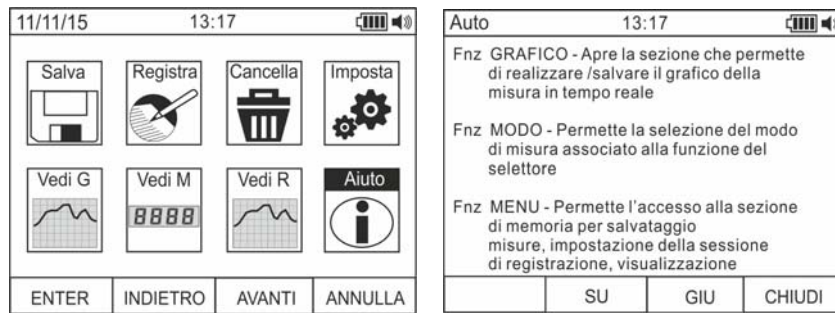

Fig. 21: Help on line a display
40. Usare i tasti **F2** o **F3** per selezionare l'icona "Aiuto" e premere il tasto **F1** (vedere Fig. 21)
41. Usare i tasti **F2 (SU)** o **F3 (GIU)** per sfogliare le pagine dell'help on line contestuale